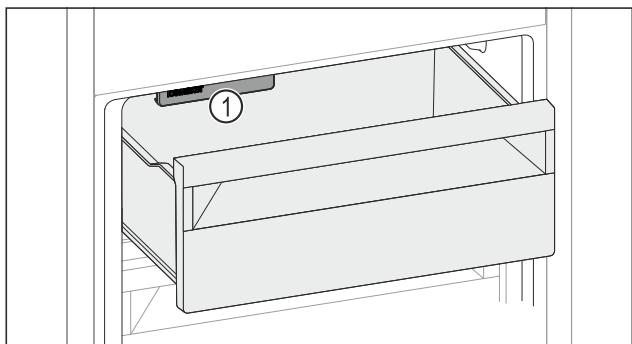

Fig. 61
- Upoštevajte IceMaker Fig. 61 (1).